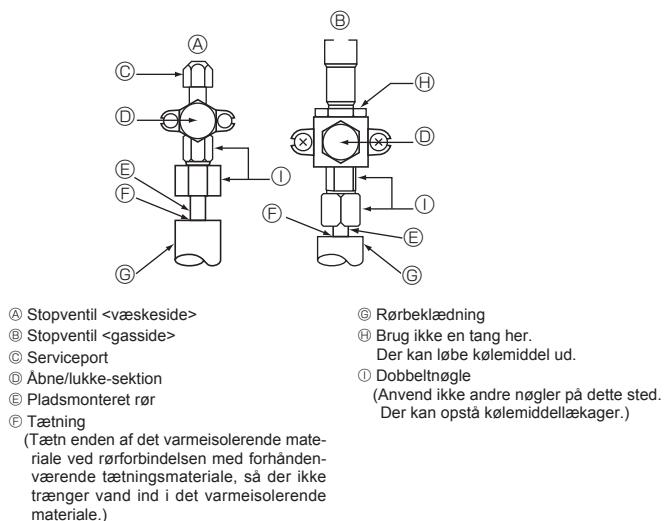

Fig. 4-5
- ③ Når kølemiddelrørene er forbundet, skal rørene og den indvendige enhed kontrolleres for gaslækage. (Se 4.4. Metode til lufttæthedstest for kølemiddelrør.)
- ④ Der anvendes en højtydende vakuumpumpe ved stopventilens serviceport til oprettholdelse af vakuum i et tilstrækkeligt tidsrum (min. 1 time, efter at -101 kPa (5 Torr)) er nægt for at vakuumtømme rørene indvendigt. Kontrollér altid vakuumværdien på målemanifolden. Hvis der stadig er fugt i røret, nås vakuumværdien ikke altid ved kortvarig påførsel af vakuum.
4.4. Metode til lufttæthedstest for kølemiddelrør (Fig. 4-5)